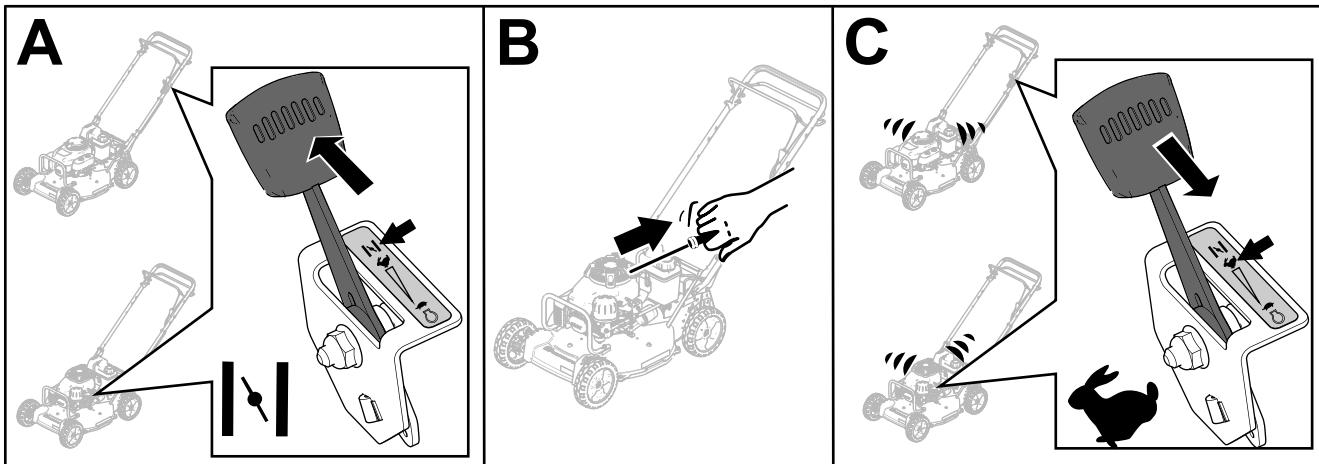

Figure 15
3. Réglez la commande d'accélérateur en position STARTER (A de Figure 15).
4. Tirez légèrement sur la poignée du lanceur jusqu'à ce que vous sentiez une résistance, puis tirez vigoureusement (B de Figure 15).
5. Lorsque le moteur démarre, amenez la commande d'accélérateur en position HAUT RÉGIME (C de Figure 15).